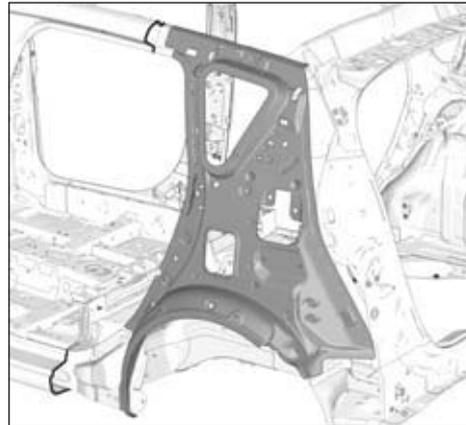

FIG.87
- Respecter les lignes de coupe (Fig.87).